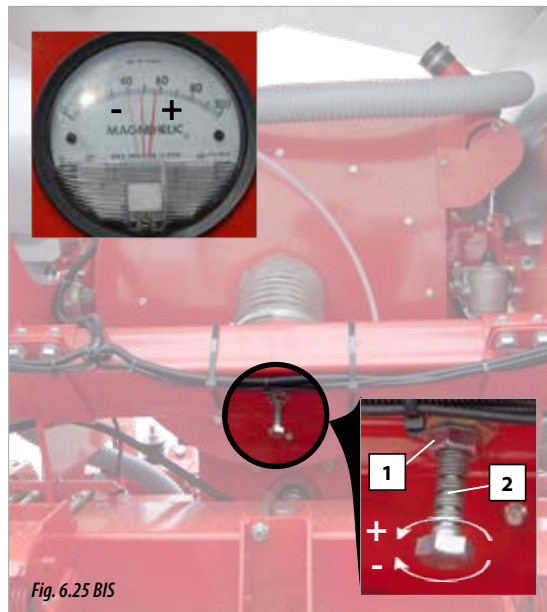

Fig. 6.25 BIS
Le niveau de dépression de la turbine est mesuré à l'aide du dépressiomètre (Fig. 6.25). En fonction des semences, il est recommandé de régler le niveau de dépression d'après le tableau suivant :
- 1- Desserrer l'écrou (1, Fig. 6.25 BIS).
- 2- Serrer la vis pour diminuer la pression ou la desserrer pour augmenter la pression d'aspiration (2, Fig. 6.25 BIS).
APRÈS AVOIR MODIFIÉ LA POSITION DE LA SOUPAPE DE RÉGULATION, VÉRIFIEZ LES VALEURS DE PRESSON SUR LE DÉPRESSIOMÈTRE (Fig. 6.25). SI NÉCESSAIRE, RÉGLEZ LE RÉGIME DE LA TURBINE POUR AJUSTER LES VALEURS DE PRESSON CONFORMÉMENT AU TABLEAU DE LA SECTION 6.4 SYSTÈME DE DÉPRESSION - TURBINE.